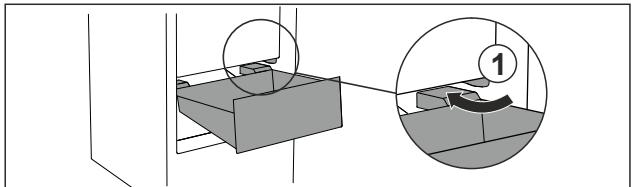

Fig. 65
- Прокарайте чекмеджето под ъгъл около ограничителите Fig. 65 (1).